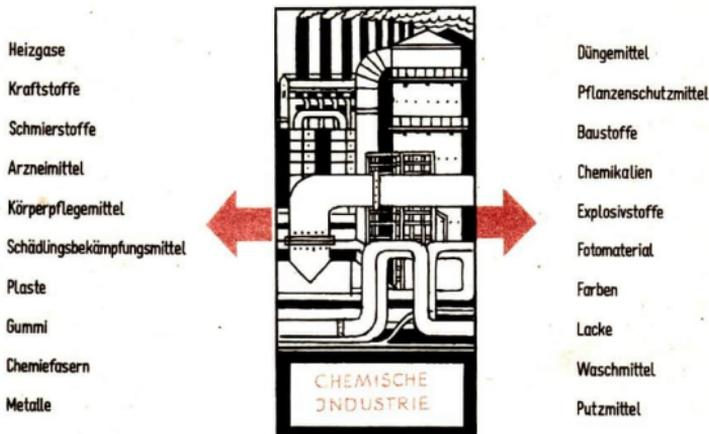

Abb. 17 In den Betrieben der chemischen Industrie werden mit Hilfe chemischer Reaktionen zahlreiche Produkte erzeugt.
- ① Gib Eigenschaften der Ausgangsstoffe und der Reaktionsprodukte für die chemischen Reaktionen an, die bei den Experimenten 14...16 (↗ S. 18) abgelaufen sind!
- ② Nenne Beispiele für chemische Reaktionen! Versuche Ausgangsstoffe und Reaktionsprodukte anzugeben!
- ③ Nenne die physikalischen Vorgänge, von denen die chemischen Reaktionen in den Experimenten 14...16 (↗ S. 18) begleitet werden! Unterscheide zwischen solchen physikalischen Vorgängen, die vor und während der Reaktion ablaufen!
- ④ Gib aus dem bisherigen Unterricht Beispiele für die Arbeitsgebiete der Wissenschaften Biologie und Physik an!
- ⑤ Erläutere an der Abbildung 17 die Bedeutung von Produkten der chemischen Industrie für die Landwirtschaft, die Textilindustrie, die Metallurgie und das Verkehrswesen!
- ⑥ Stelle Körper beziehungsweise Stoffe zusammen, die du morgens zwischen dem Aufstehen und dem Beginn der Schule gebrauchst! Welche sind Produkte der chemischen Industrie?
- ⑦ Ermittle, wo in unserer Republik und in der Sowjetunion Erdöl, Kohle, Kalisalze und Steinsalz vorkommen! (↗ Atlas)
Die Erkenntnisse der Chemie nahmen bis zur Mitte des vorigen Jahrhunderts so weit zu, daß sie in großem Umfang industriell genutzt werden konnten. Aus einzelnen Kleinbetrieben entwickelte sich die chemische Industrie als ein bedeutender Industriezweig. In den Chemiefabriken werden in der Natur vorkommende Stoffe, wie Erdöl, Kohle, Kalisalze, Steinsalz, Kalkstein und Anhydrit, umgewandelt. Es entsteht eine Fülle verschiedenartiger Produkte, die in allen Zweigen der Wirtschaft oder im täglichen Leben benötigt werden (Abb. 17). ⑤ ⑥ ⑦